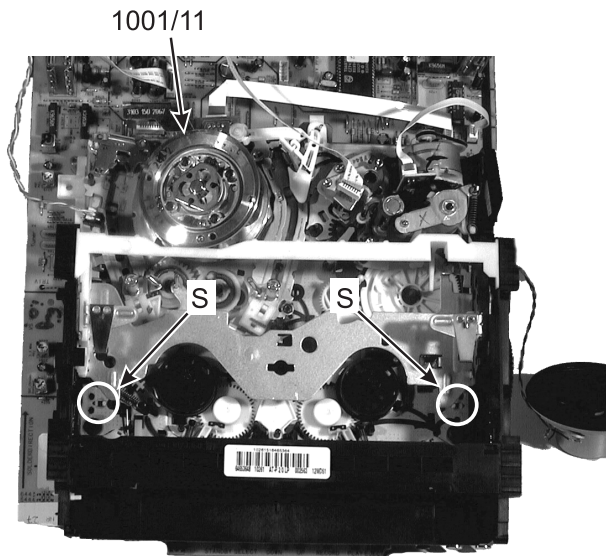

Figura 4-9
3. Sollevare un po' il deck nella parte posteriore per togliere la connessione al motore del capstan. Con una pinza a punta comprimere i due ganci (S) e sollevare il deck (vedi figura 4-9). Ora è possibile separare il deck dalla scheda principale.